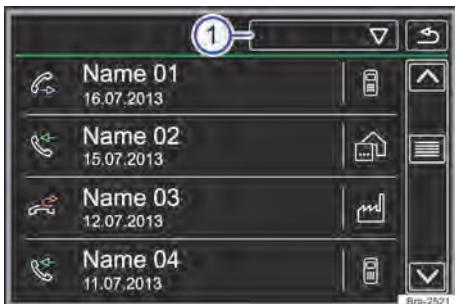

Fig. 126 Menu Chamadas (listas de chamadas).
Tocar na superfície de função → Fig. 126 ①.